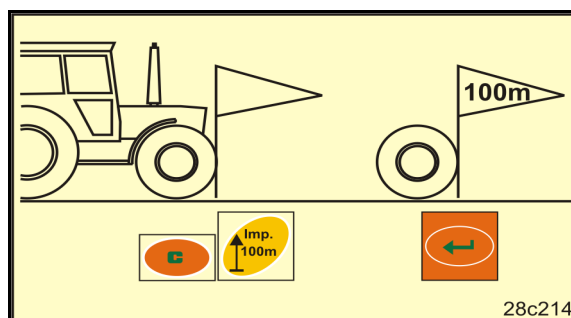

Fig. 72
2. Aduceți vehiculul tractor în poziția de start (Fig. 72) și semănătoarea în poziția de lucru (eventual întrerupeți dozarea semințelor)